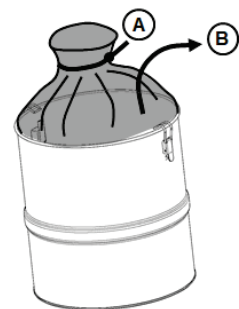
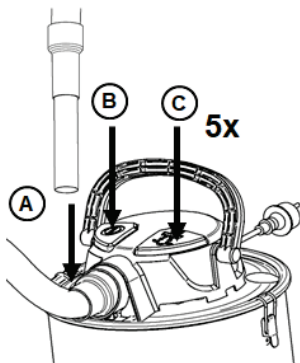

Abb.8
Abb.9
Der Staubsauger ist mit einem eingebauten Filterabreinigungssystem ausgestattet. Feiner Staub und Asche verstopft leicht den Filter. Um den Filter abzureinigen und die Saugleistung wiederherzustellen, gehen Sie wie in Abb. 9 beschrieben vor. Stecken Sie die Düse in die Halterung (A) ein um die Ansaugung zu blockieren. Schalten Sie das Gerät ein (B). Warten Sie einige Sekunden, bis der Motor seine volle Drehzahl erreicht hat und der Unterdruck am höchsten ist. Drücken Sie den Filterabreinigungstaster 5 Mal (C).
Die Saugleistung ist reduziert:	<ul style="list-style-type: none"> <li>- Der Behälter ist möglicherweise voll und muss entleert werden. Siehe Abb. 8</li> <li>- Der Schlauch und die Düse können verstopft sein und müssen gereinigt werden.</li> <li>- Eine der oben genannten Komponenten könnte beschädigt sein und muss ersetzt werden.</li> <li>- Der Filter ist möglicherweise verstopft. Benutzen Sie das Filterabreinigungssystem (siehe Abb. 9), um den Filter abzureinigen.</li> <li>- Tauschen Sie den Filter aus oder stellen Sie sicher, dass der Filter richtig installiert ist.</li> <li>- Der Schlauchanschluss ist locker und muss festgezogen werden.</li> </ul>